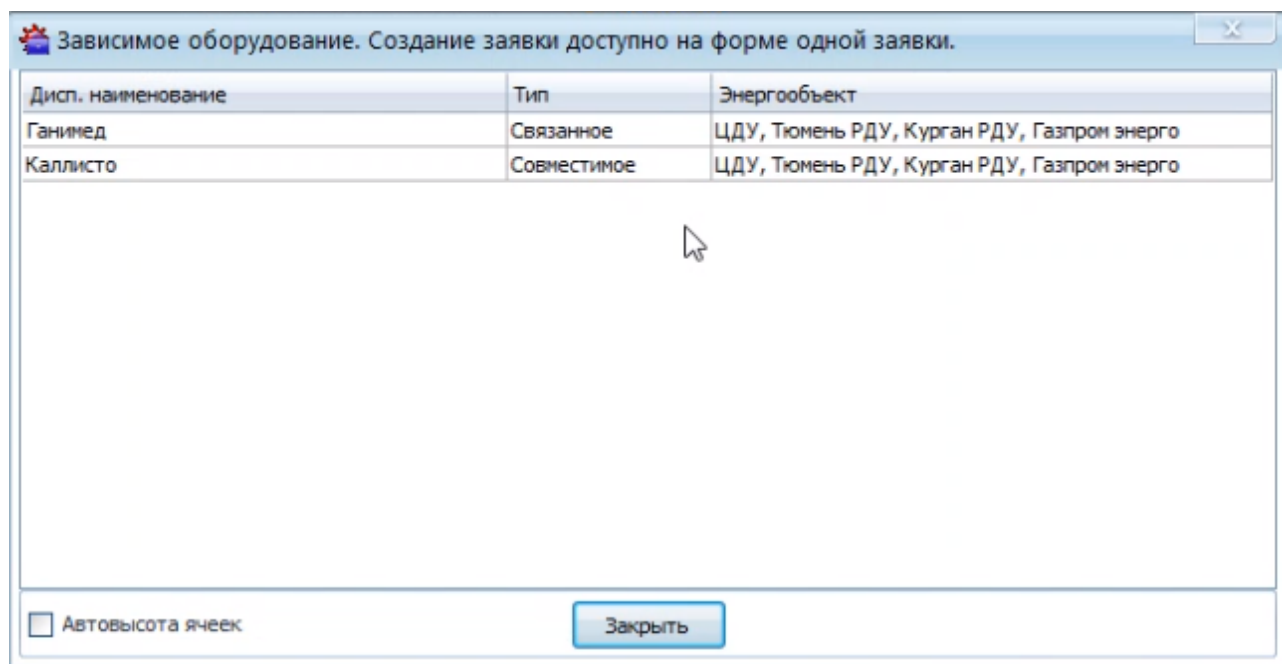

Рисунок 10.9 – Форма со списком зависимого оборудования
- при нажатии на пиктограмму отображается форма со списком зависимого оборудования, в котором отображается связанное, совместимое оборудование (Рисунок 10.9).